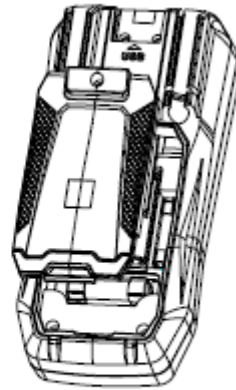

Рисунок. 18b
2) Замена батареи и предохранителей (см. рисунок 18b).